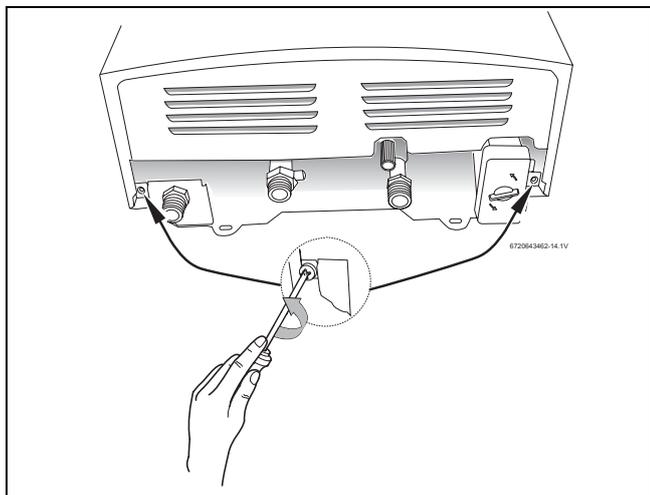

Fig. 17 Retirar a frente
- ▶ Desapertar os parafusos de fixação do chassi (→Fig. 17 ).